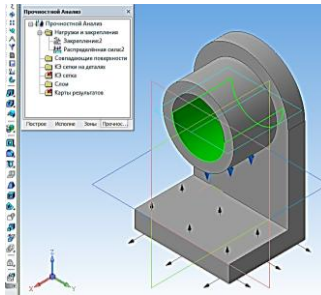

Рис.2- Результат выполнения команд закрепления та прикладання розподільного навантаження
5. В тій самій групі команд *Нагрузки и закрепления*, натиснути кнопку *Приложить распределенную нагрузку*, вказати нижню поверхню скрізного отвору та вказати складову сили 2000Н, направленої перпендикулярно основі кронштейна, тобто вздовж осі Z у протилежному напрямку (Рис.2).